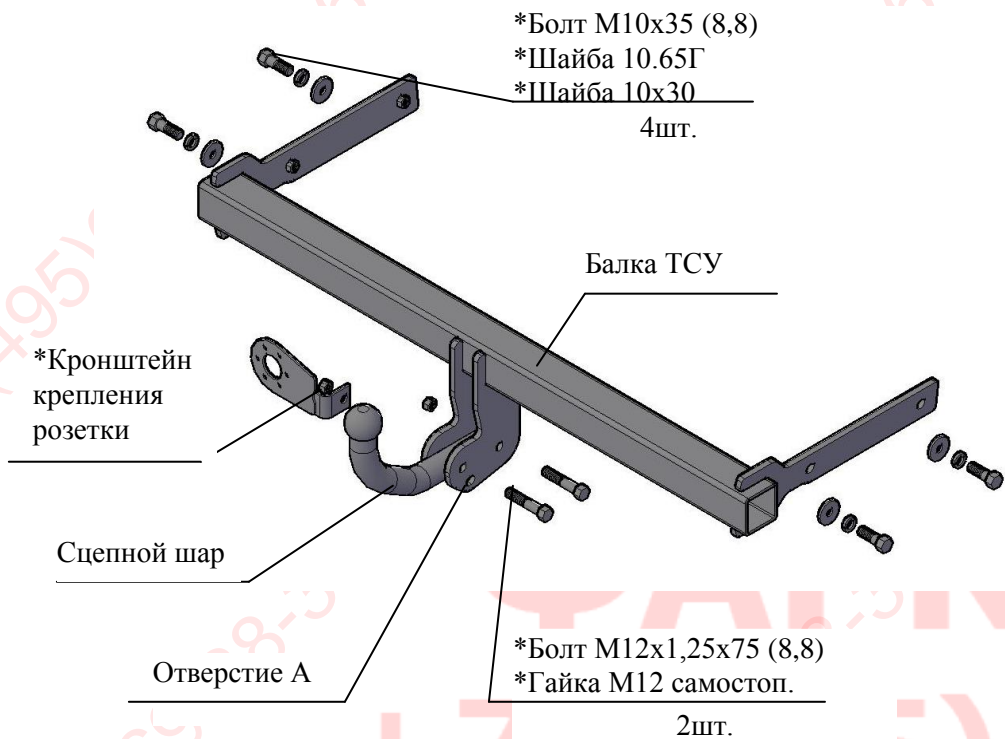

Рис.1 Тягово-сцепное устройство ТСУ 9740
2.1 ТСУ 9740 в сборе (рис.1)	1 шт.
2.2 Пакет с комплектующими (см. рис.1) Защитный колпак	1 шт.